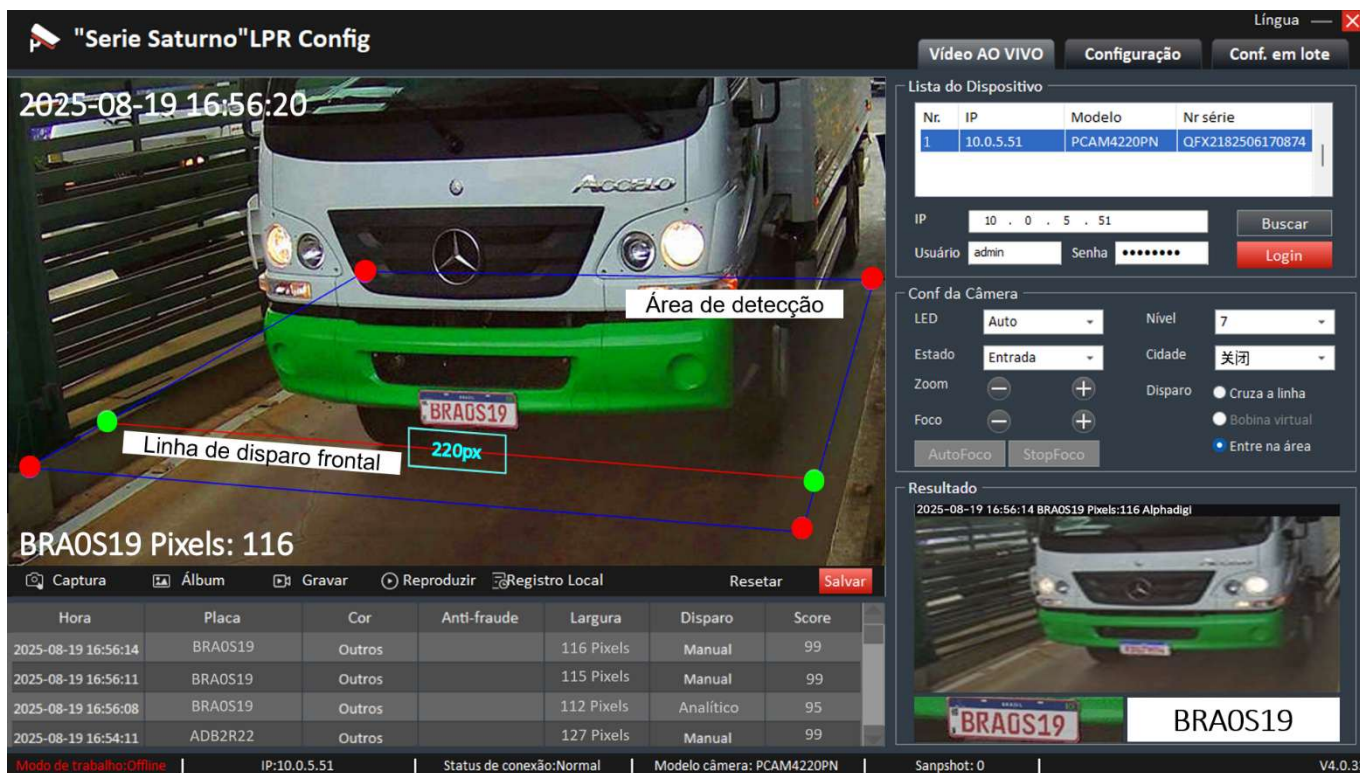

Figura 17 - Página inicial do QLPR Config
Abra a aplicação "QLprConfig" e insira o endereço IP do dispositivo, o usuário e a senha na área de configuração mostrada na Figura 17 para efetuar o login na interface simplificada da seguinte maneira:
No vídeo, você pode definir a área de reconhecimento da placa (quadro quadrilátero) e a linha de disparo de captura (linha central), ou seja, quando o veículo passar pela linha, gerará o evento de captura, além de uma caixinha (cor ciano) no meio da linha de disparo para medir o tamanho de pixels da placa. As capturas serão enfileiradas e a cada nova captura uma foto de contexto do veículo e o recorte da placa será gerada (canto inferior do lado direito da Figura 17).
- Entre na área vai gerar uma captura de placa sempre que uma placa adentrar a Área de Detecção (Figura 17), independente da direção;
- Cruza a linha vai gerar uma captura no momento que a Linha de Captura (Figura 17) for cruzada, de acordo com o sentido definido em Direção.